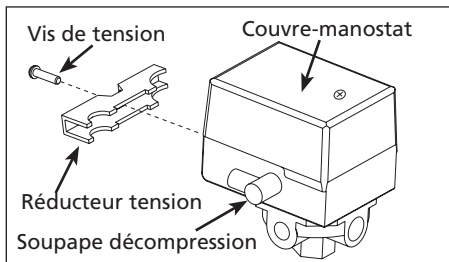

Figure 1
3. Retirez la vis de tension et le réducteur de tension pour séparer complètement le jeu de cordons du corps du manostat (Voir Figure 1).